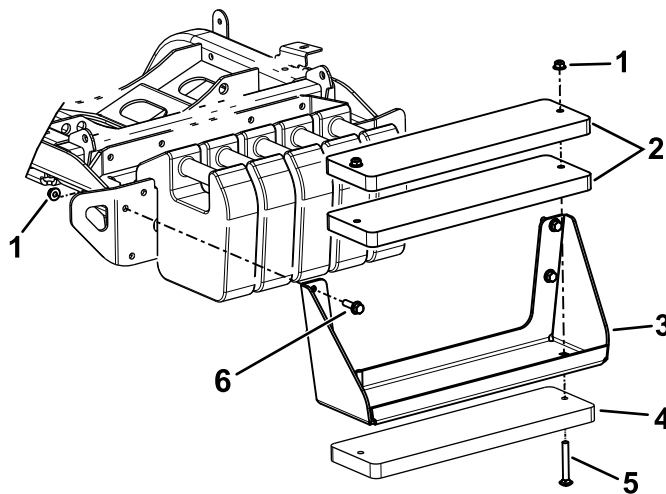

Bild 22
Hinweis: Siehe Bild 22 für diese Schritte.
- A. Befestigen Sie die drei Gewichte mit den Schrauben ($\frac{3}{8}$ " x 4") und Muttern ($\frac{3}{8}$ ") an der Ballasthalterung (Bild 22).
- B. Verwenden Sie die Sechskantschrauben und Muttern (im Kit enthalten), um die Ballasthalterung an der Maschine zu befestigen (Bild 22).
- A. Entfernen Sie die Ballasthalterung von der Maschine (Bild 22).
- C. Befestigen Sie die drei Gewichte mit den Schrauben ($\frac{3}{8}$ " x 4") und Muttern ($\frac{3}{8}$ ") an der Ballasthalterung (Bild 22).
- D. Verwenden Sie die zuvor entfernten Befestigungselemente, um die Ballasthalterung an der Maschine zu befestigen (Bild 22).